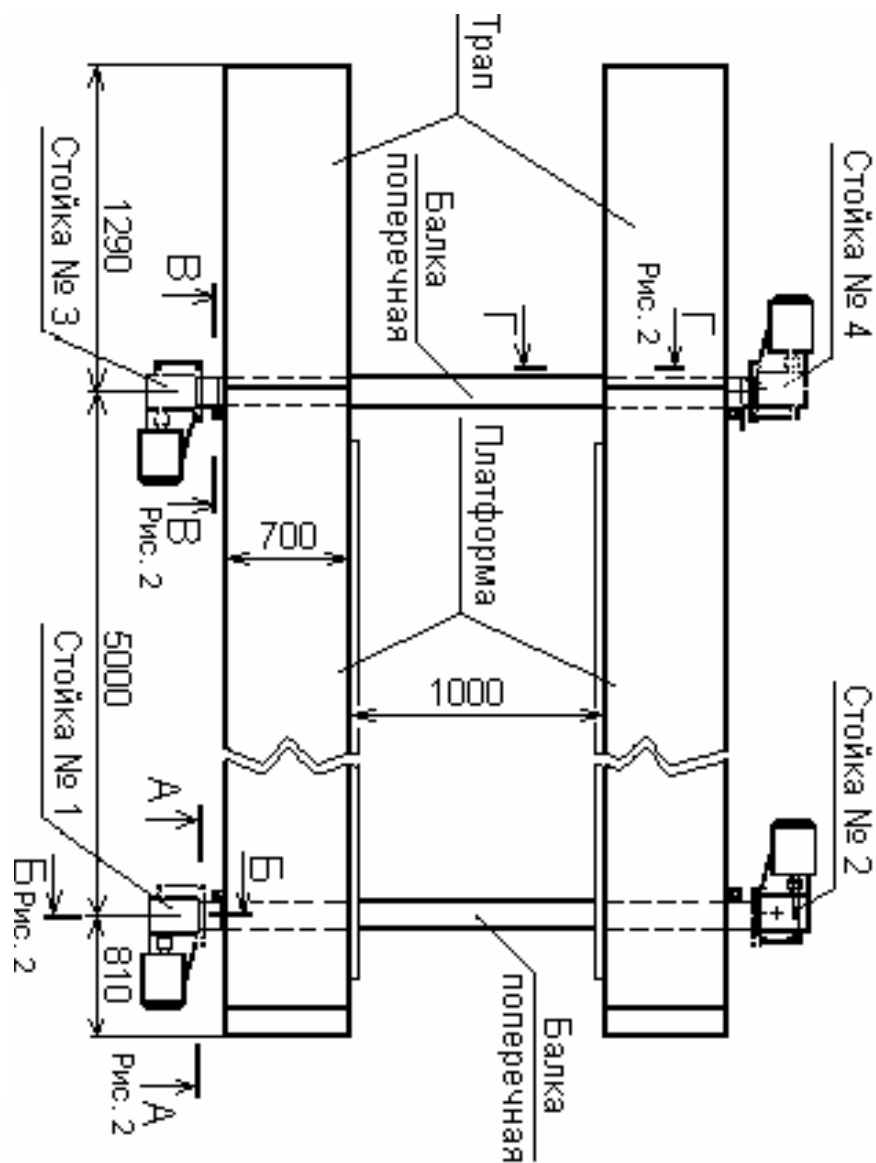
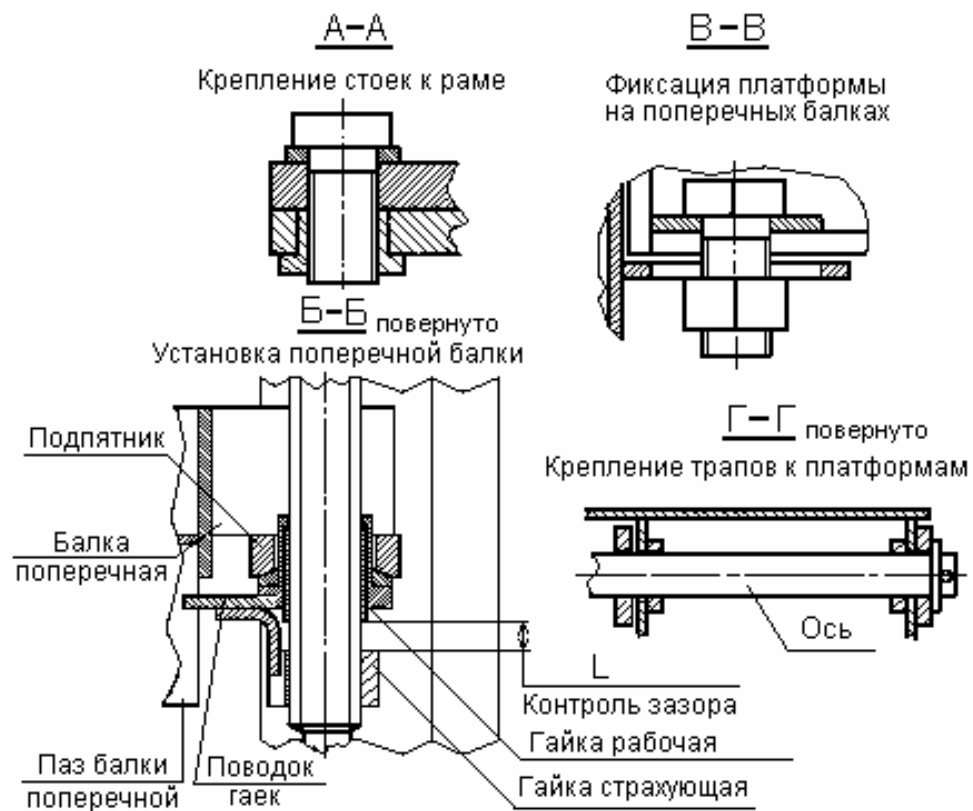

Рис. 1. Подъемник ПЛ5
Рис. 2. Подъемник ПЛ5
4.1.1. Подъемник состоит из четырех стоек 1, 2, 3, 4 (см. Рис.1 и Рис. 2), каждая из которых имеет электромеханический привод, состоящий из электродвигателя и червячного редуктора, грузовой винт, рабочую и страхующую гайки, конечные выключатели верхнего и нижнего положений балок.
5.12. Платформы должны быть выставлены по размерам колеи автомобиля и закреплены (см. Рис.1 и Рис. 2).
6.1.7. Установить поводок гаек в стойках симметрично относительно направляющих, довести до упора ползунов поперечных балок в стойки и уложить их опорные поверхности на подпятники (см. сечение Б-Б на Рис. 2). При этом поводок гаек каждой стойки должен находиться в пазе поперечной балки.
Свободные концы поперечных балок поднять и завести под них стойки № 2 и № 4, предварительно установив поводок гайки симметрично относительно направляющих, довести до упора ползунов поперечных балок в стойки и уложить их опорные поверхности на подпятники (см. сечение Б-Б на Рис. 2). При этом поводок гаек каждой стойки должен находиться в пазе поперечной балки.